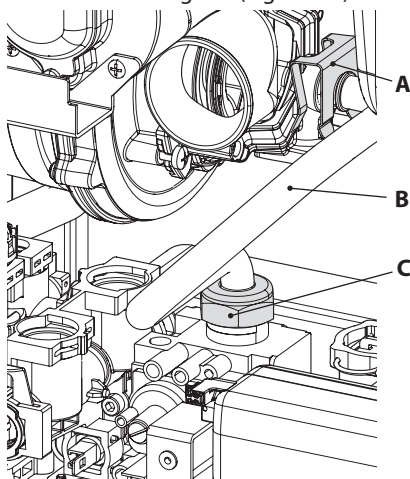

Figura 8.1
- Togliere la forcina **A**, svitare il girello **C** ed estrarre il tubo del gas **B** (Figura 8.1).
Attenzione per rimontare eseguire le operazioni effettuate in senso inverso, stando attenti a non rovinare la guarnizione OR del tubo gas quando si inserisce il tubo nell'aerotech ed eseguire la prova di tenuta gas dopo aver stretto il girello del tubo gas (Figura 8.1).